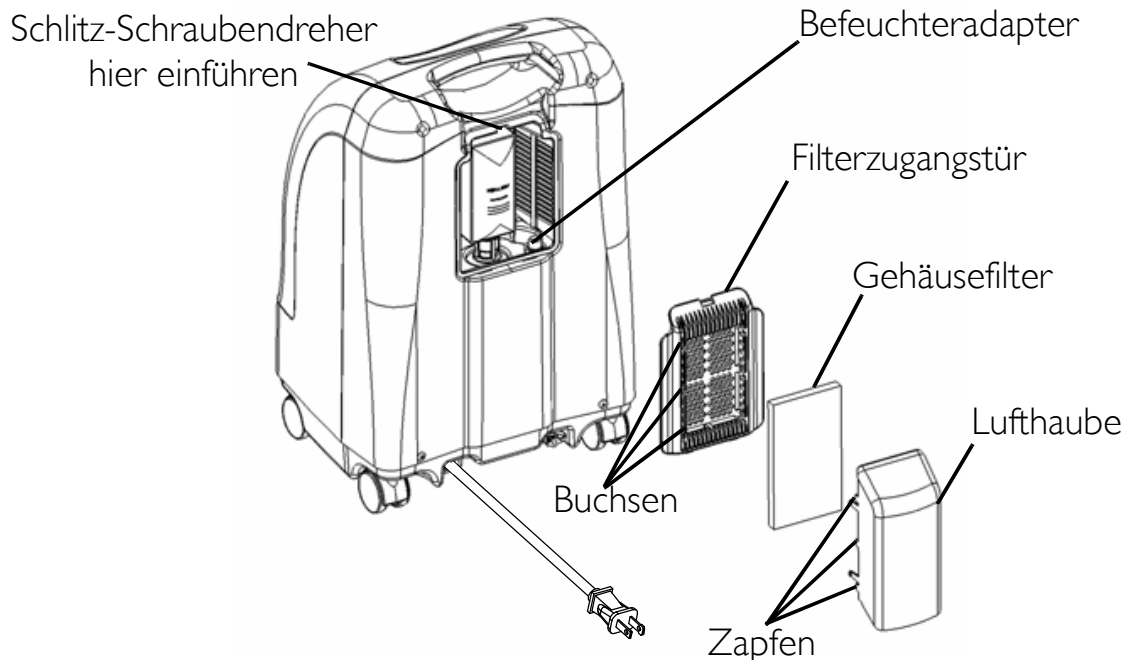
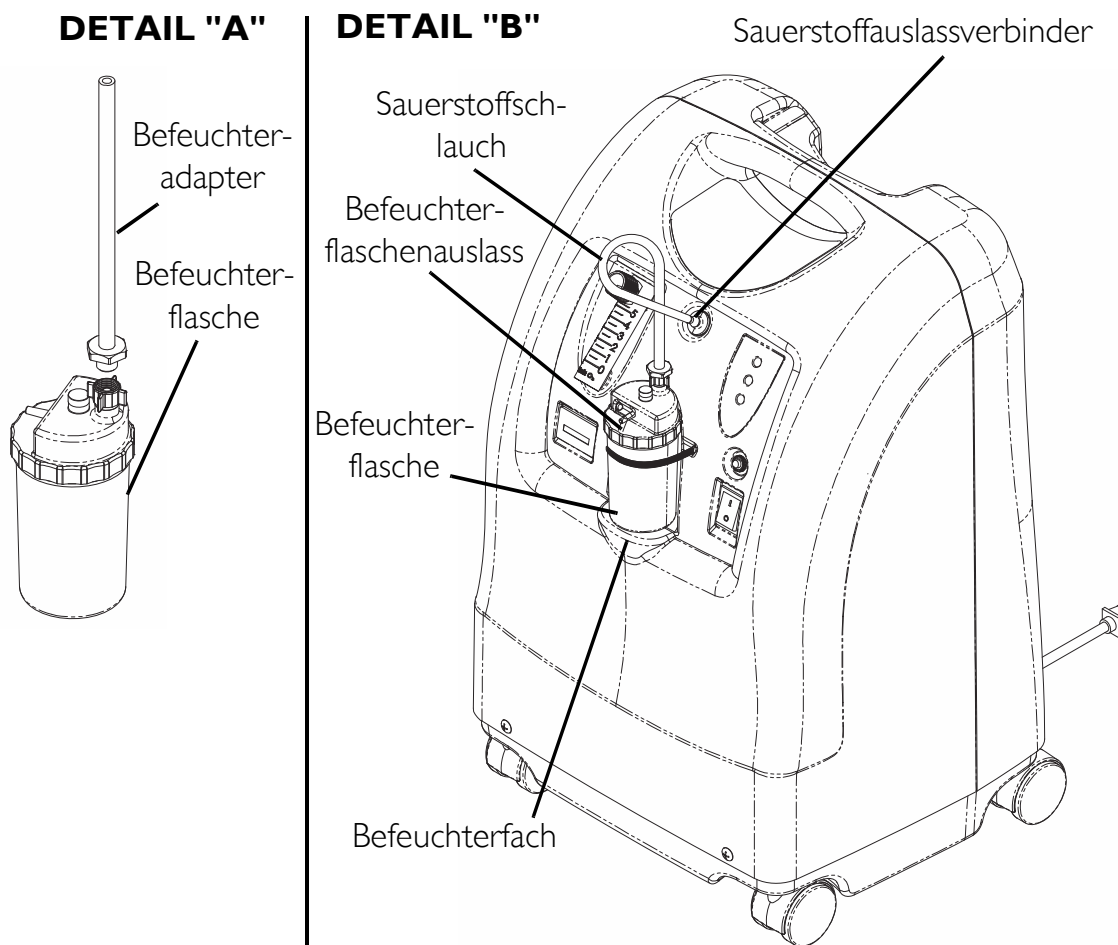

ABBILDUNG 6.2 Befeuchteradapter
ABBILDUNG 6.3 Befeuchterfach
HINWEIS: Nähere Angaben zu diesem Verfahren finden Sie in ABBILDUNG 6.1, ABBILDUNG 6.2 auf Seite 114 und ABBILDUNG 6.3 auf Seite 115.
3. Einen Schraubendreher in den Öffnungsschlitz am oberen Rand der Filterzugangstür stecken und die Filterzugangstür behutsam aufhebeln (ABBILDUNG 6.2).
4. Befeuchter-Adapterschlauch nach oben ziehen und entnehmen (ABBILDUNG 6.2).
6. Befeuchteradapter durch drehen der Flügelmutter an der Befeuchterflasche im Uhrzeigersinn an die Befeuchterflasche anbringen, bis dieser fest sitzt. Siehe Detail "A" von ABBILDUNG 6.3.
7. Befeuchterflasche/-adaptereinheit ins Befeuchterfach im Konzentrator einsetzen. Siehe Detail "B" von ABBILDUNG 6.3.
8. Sauerstoffschläuche der Befeuchterflasche/-adaptereinheit an den Sauerstoffauslassverbinder am Konzentrator anschließen. Siehe Detail "B" von ABBILDUNG 6.3.
9. Kanüle/Patientenversorgungsschlauch am Auslass der Befeuchterflasche anbringen. Siehe Detail "B" von ABBILDUNG 6.3.